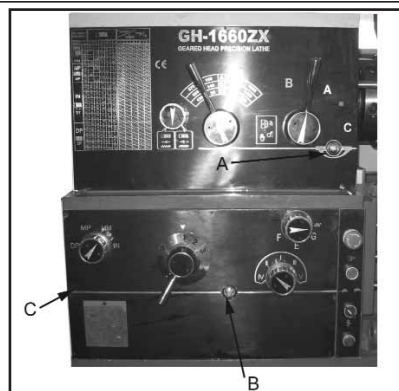

Fig. 4
1. **Spindeldok** - Der skal påfyldes olie til indikatormærket i olieskueglas-set (A, Fig. 4). Efterfyld med Mobil DTE® Oil Heavy Medium. Olien påfyldes ved at fjerne proppen øverst på spindeldokken. Olien drænes ved at fjerne proppen i nederste venstre hjørne bagerst på spindeldokken. Dræn alt olie og fjern alle metalspåner. Der påfyldes olie igen efter første måneds drift. Herefter skiftes olien i spindeldokken hver anden måned.
2. **Gearkasse** - Der skal påfyldes olie til indikatormærket i olieskueglas-set (B, Fig. 4). Efterfyld med Mobil DTE® Oil Heavy Medium. Gearkassen smøres ved at fjerne de to skruer på den øverste afskærmning. Olien drænes ved at fjerne drænproppen (C, Fig. 4) på venstre side af gearkassen. Dræn alt olie, og påfyld igen efter de første tre måneders drift. Herefter skiftes olien i gearkassen hver sjette måned.